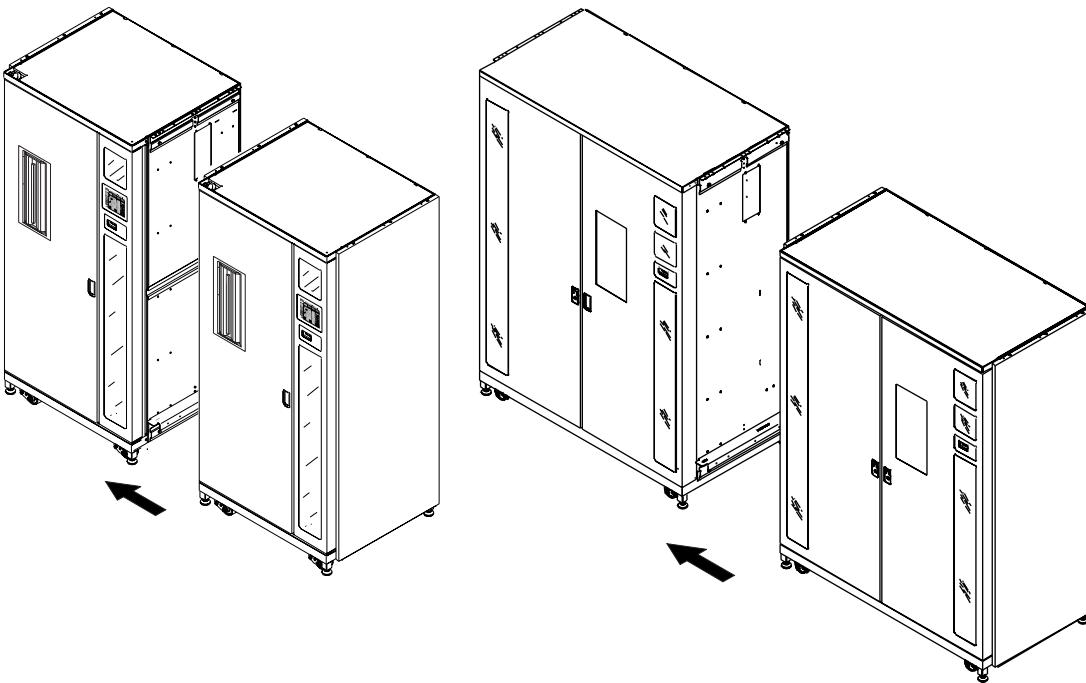

Figure 2-4. Assemblage des armoires des librairies
7. Lentement, déplacez les deux librairies ensemble jusqu'à ce que la gouttière de fixation de l'armoire inférieure de la librairie de gauche entre en contact avec la librairie droite (voir la Figure 2-4).